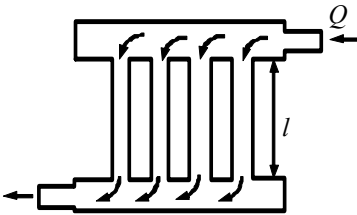

Рисунок 3.8
3.29. Масляный радиатор состоит из четырех цилиндрических трубок (рисунок 3.8). Определить потерю напора в радиаторе при расходе масла  $Q = 0,2$  л/с, если внутренний диаметр трубок 12 мм, длина каждой трубки  $l = 300$  мм и кинематическая вязкость масла  $\nu = 1,5 \cdot 10^{-6} \text{ м}^2/\text{с}$ .